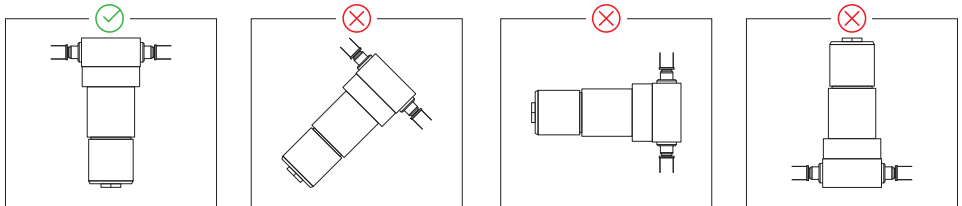

Abb. 3 - 6: Einbauposition Wasserabscheider
3. Stellen Sie sicher, dass der Filter in vertikaler Position montiert ist. Installieren Sie den Filter nicht kopfüber oder schräg (Abb. 3 - 6).